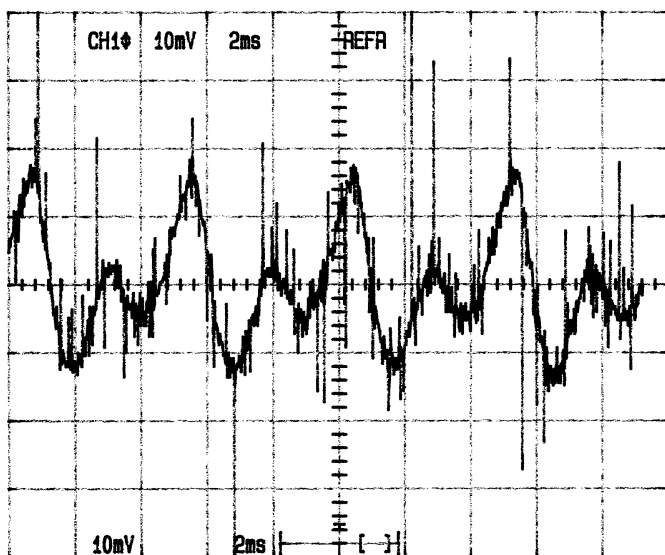

Figure 2
- *Position micro* : l'amplitude issue d'un micro varie de 2 à 20 mV (figure 2).